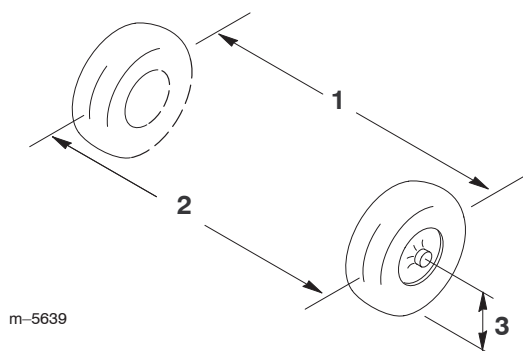

Bild 50
2. Messen Sie den Abstand zwischen beiden Vorderreifen auf Achshöhe (an der Vorder- und Rückseite der Vorderreifen) (Bild 50).